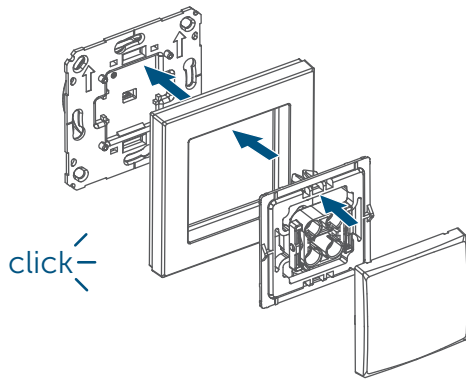

Figure 5
- Maintenez la touche système enfoncée pendant 4 s *Fig. 5*.